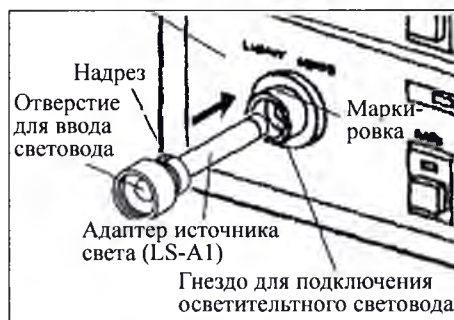

Рисунок 6
8.1.9 Вставить адаптер источника света в гнездо «LIGHT GUIDE» источника света передним концом вперед до упора так, чтобы надрез, нанесенный на адаптере, совпал с маркировкой у гнезда для подключения осветительного световода (см. рисунок 6).